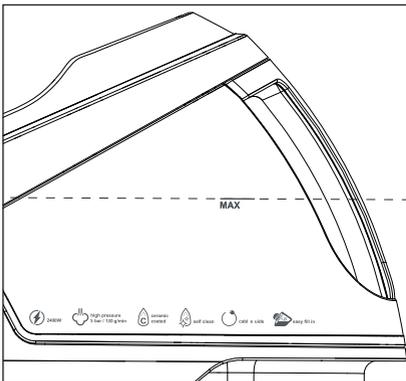

Abb. 3
- 3) Befüllen Sie den Wassertank **7** höchstens bis zur Markierung **MAX** (siehe Abb. 3). Gießen Sie zuviel eingefülltes Wasser durch die Einfüllöffnung wieder aus. Die maximale Füllmenge des Wassertanks **7** beträgt ca. 1,2 l.